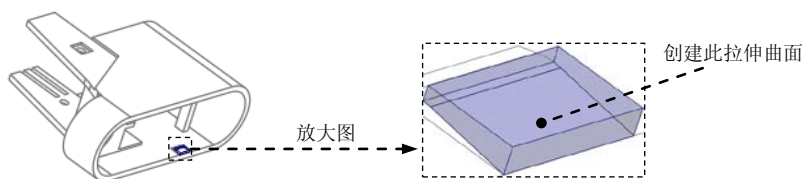

图 19.12 创建拉伸曲面
Step4. 通过拉伸的方法创建图 19.12 所示的曲面。
(1) 单击 **编辑模具体积块** 操控板 **形状** 区域中的 **拉伸** 按钮 , 此时系统弹出“拉伸”操控板。